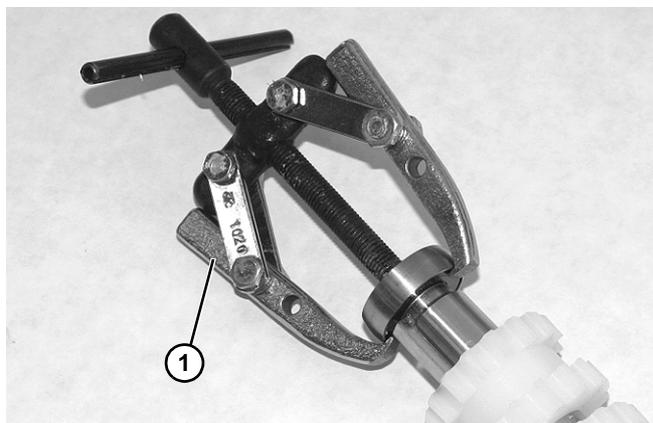

Figure 54
2. À l'aide d'un extracteur de roulement (807-1078) (**Figure 54, élément 1**) retirer les roulements de l'axe.